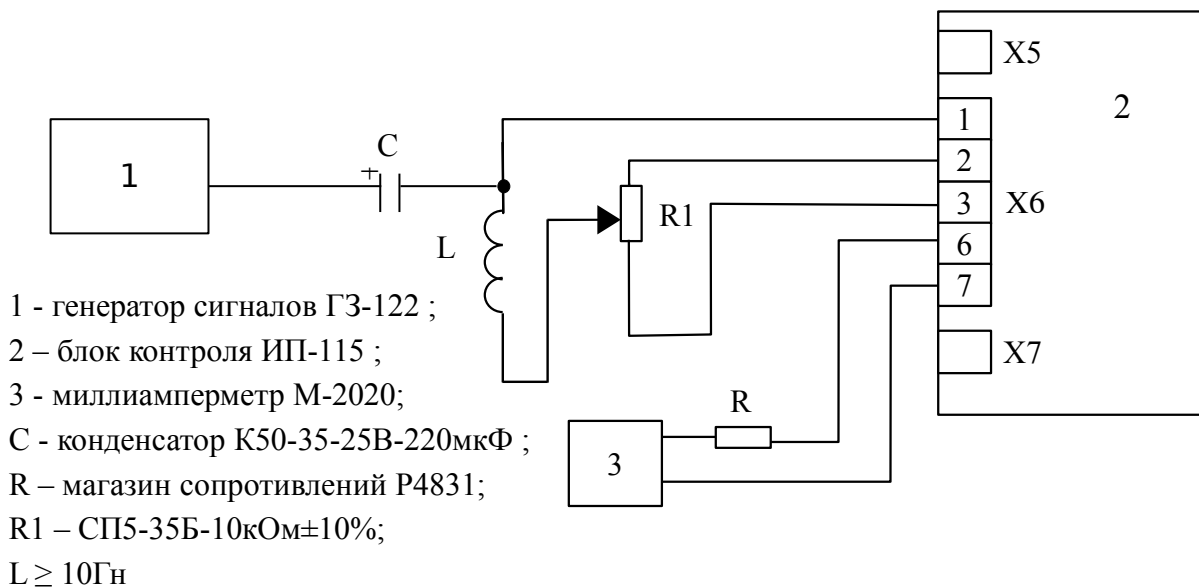

Рис. 6.
4.7. Определение абсолютной погрешности измерения частоты вращения и основной приведенной погрешности унифицированного сигнала проводят по схеме, приведенной на рис.6.